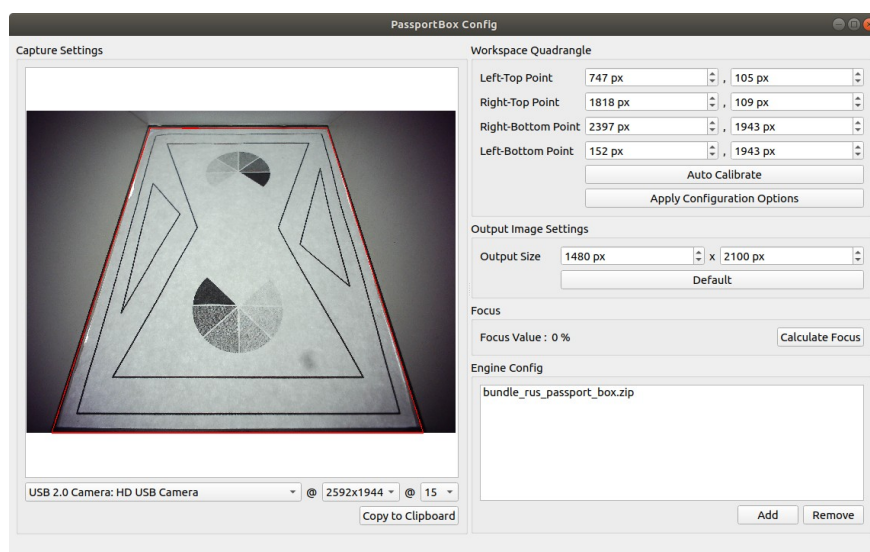

Рисунок 1 — Пример интерфейса программы с загруженными калибровочными настройками
- а) Следует выставить значения **Workspace Quadrangle** так, чтобы красный четырехугольник максимально совпадал с границей рабочей области (см. рисунок 1).